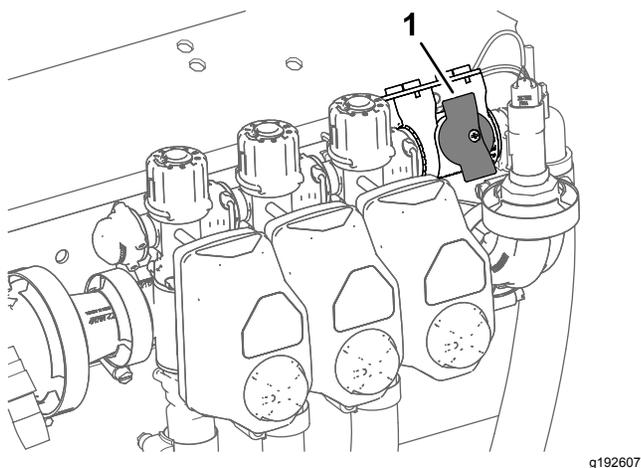

Figura 28
2. Gire el mando de la válvula de cierre del circuito de desvío a la posición de cerrado (**Figura 28**).